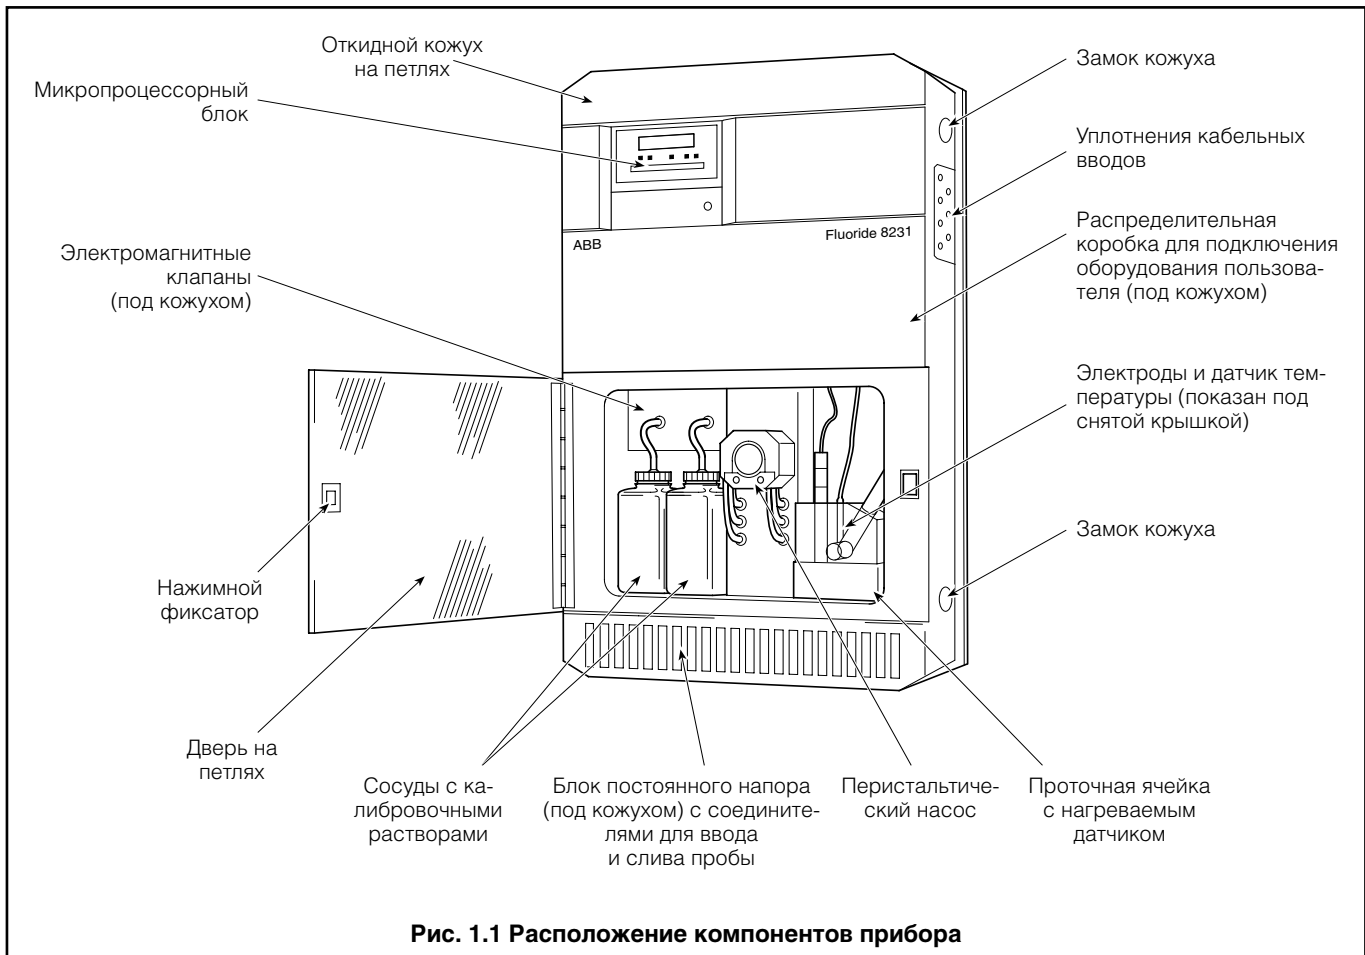

Рис. 1.1 Расположение компонентов прибора
1.3 Расположение и назначение основных компонентов – Рис. 1.1